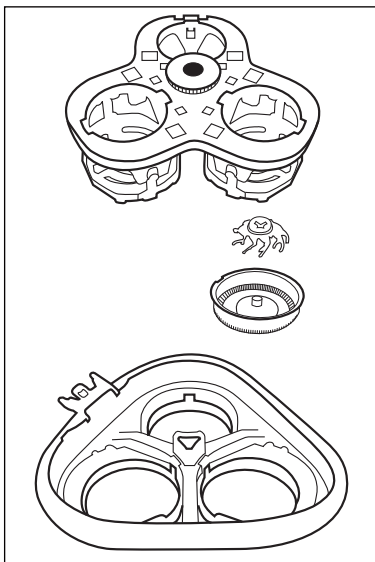

Abbildung 1
- 3) Drücken Sie den schwarzen Zahnkranz etwas herunter und drehen Sie ihn vorsichtig gegen den Uhrzeigersinn, bis sich die Halterung der Scherköpfe abheben lässt (siehe Abbildung 1).
- 5) Bauen Sie die Schereinheit ❷ wieder zusammen. Nehmen Sie dafür die Abbildung 1 zur Hilfe:
- Legen Sie die 3 Scherköpfe in die Aussparungen der Schereinheit ❷. Achten Sie dabei darauf, dass die Einkerbungen am Rand der Scherköpfe an den Arretierungen in der Öffnung liegen.